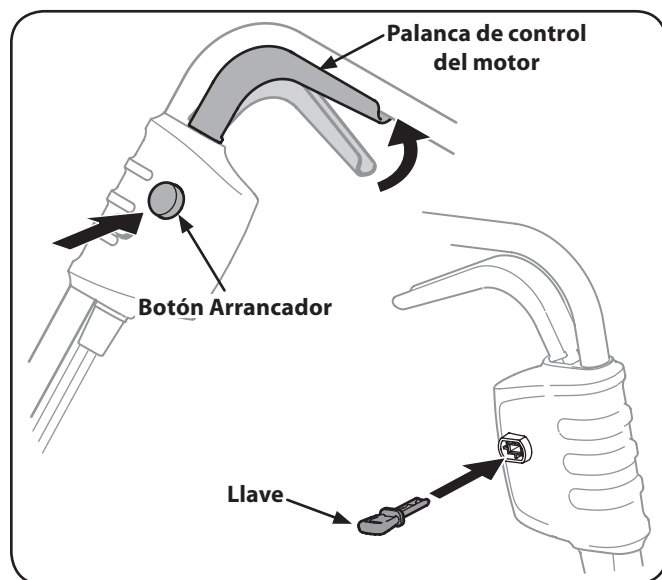

Figura 5-1
2. Inserte la llave. Consulte la Figura 5-1.
4. Pulse el botón rojo de arranque y se quede solo, ver Figura 5-1.
5. Mientras mantiene el botón de arranque en el, apretar la palanca de control del motor contra la barra superior para arrancar el motor y conectar la barrena. Véase la Figura 5-1.